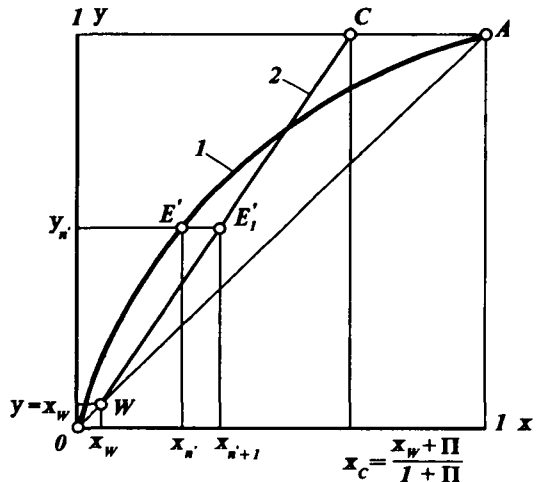

Рис. IV-7. Рабочая линия для нижней части колонны на диаграмме x — y :
На диаграмме x — y рабочая линия нижней части колонны проходит через следующие характерные точки (см. рис. IV-7). Одна из этих точек (W) находится на диагонали ($x = y = x_w$), и ее положение не зависит от потока паров и флегмы. Другая точка (C) определяется при $y = 1$, тогда